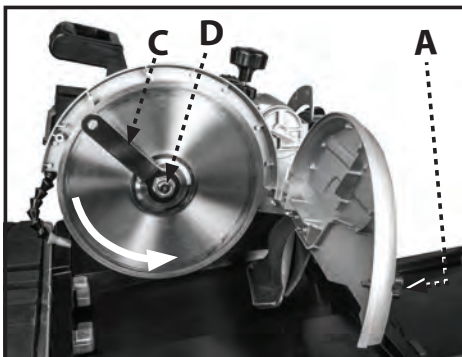

FIGURA 21
7. Coloque el disco nuevo en el husillo de forma tal que la flecha en el disco quede apuntando en la misma dirección que la flecha en la tapa del disco. (Consulte la Figura 21)